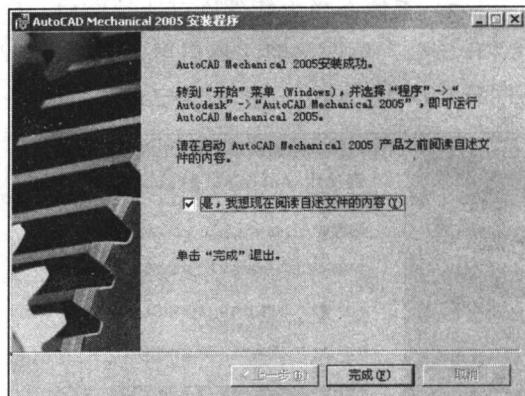

图 1-7 完成安装
(9) 安装结束之后，弹出如图 1-7 所示窗口，单击“完成”按钮即可完成安装。